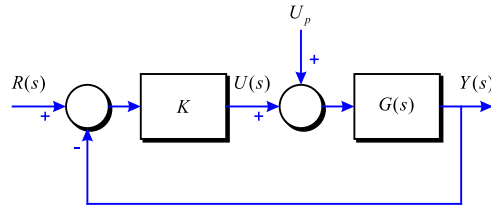

Figura 3-30
**Problema 85** El sistema de la Figura 3-30 és: